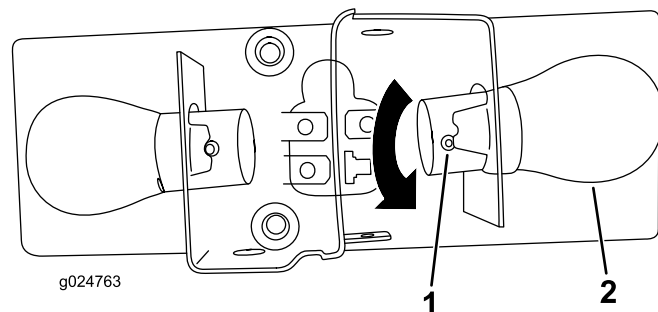

Figura 75
4. Premete verso il basso il perno sulla lampadina, ruotate la lampadina a sinistra ed estraetela (Figura 75).
6. Ruotate la lampadina nuova verso destra in modo che il perno della lampadina sia allineato con la scanalatura nel vano della lampadina (Figura 75).